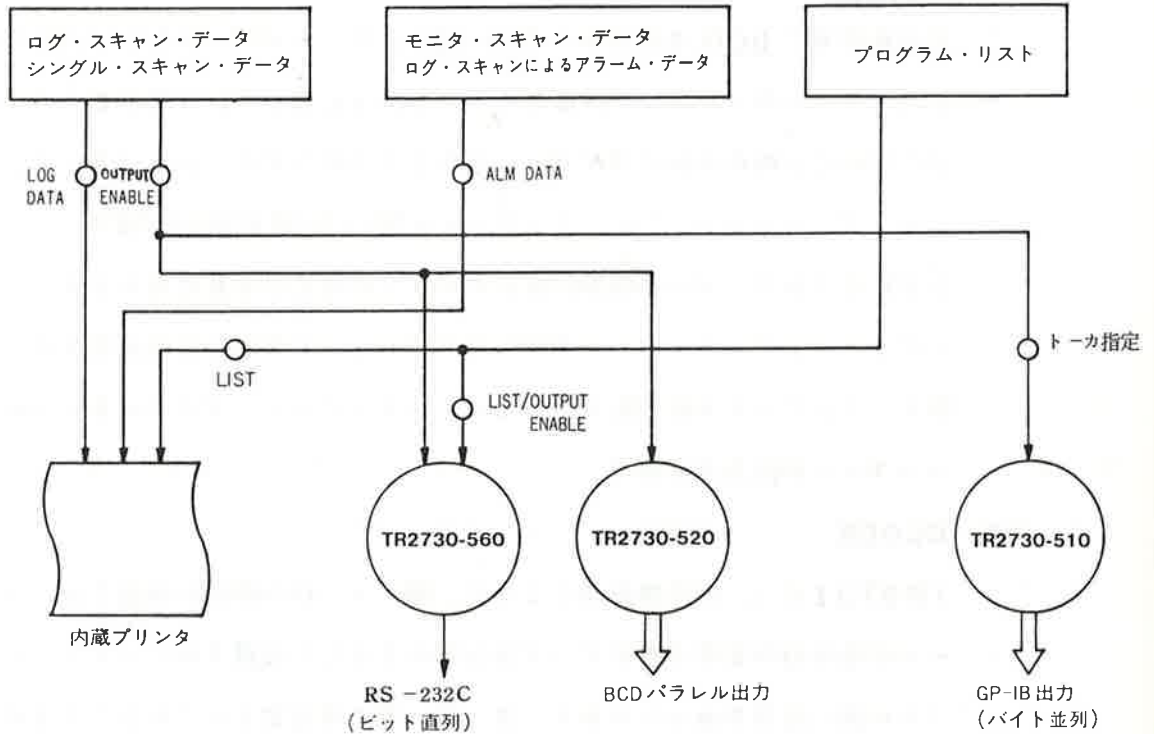

図 3-32 データ出力機能の概略
**TR2731**のデータ出力機能の概念を〔図3-32〕に示します。